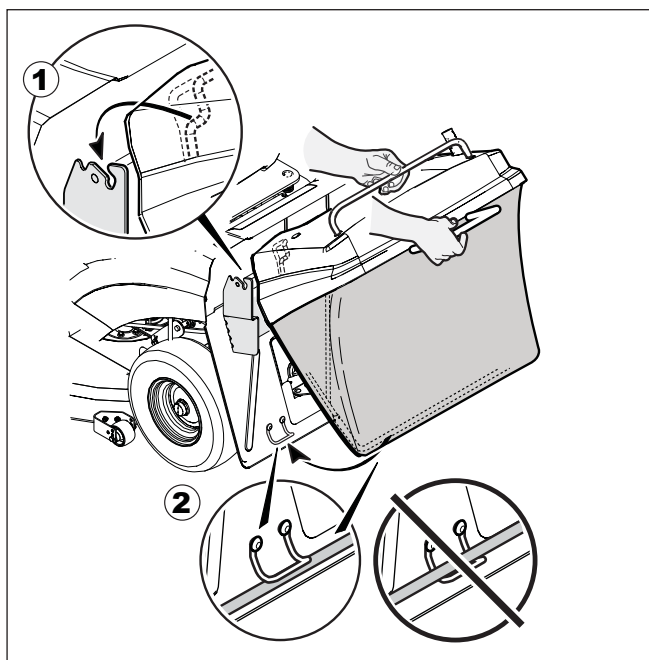

Figura 5
1. Monte el conjunto de bolsa de césped en los soportes traseros del ensacador, como se muestra (consulte la **Figura 5**).